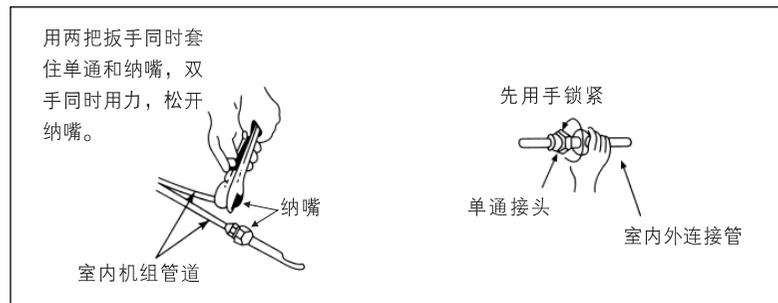

图20
- 将纳嘴和密封帽拆开，将铜管尽头的纳嘴松开，使内藏气体排出，如图20所示。当纳嘴拆开时，应将密封帽拆出，不然制冷剂将不能循环，压缩机就可能烧毁。
- 连接时，应在单通螺牙及管的喇叭口上涂上少许冷冻润滑油，以防螺牙损坏，且按图20所示对准管道拧紧。